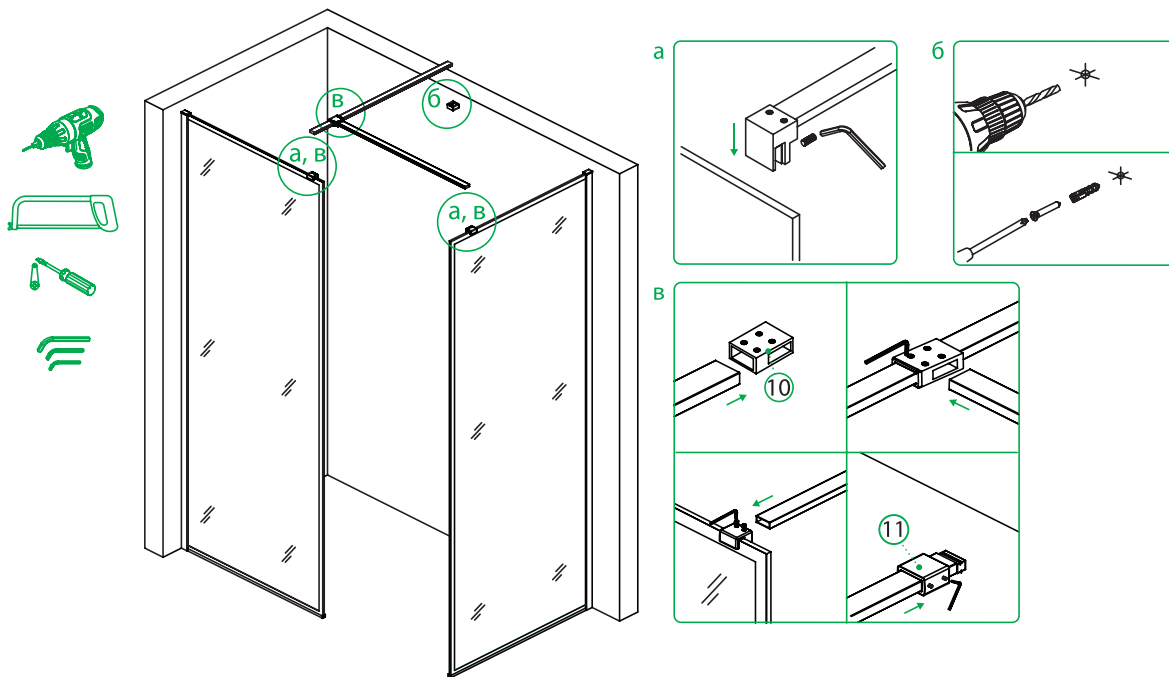

Рис. 9/9-сур.
- После чего необходимо закрепить профиль жесткости изделия. Коннекторы профиля со стеклом обычно устанавливаются на расстоянии 10-15 см от торца закаленного стекла — закрепите их (рис. 9-а).
8. Просверлите в стене отверстия для коннектора профиля со стеной напротив коннектора профиля со стеклом (рис. 9-б). Закрепите профили жесткости, предварительно отрезав необходимую длину ножовкой согласно расположению держателей на стеклах и стене.
Важно! Для сборки двух каркасов вам понадобится коннектор каркаса душевой перегородки Walk In, который приобретается отдельно (рис. 9-в).